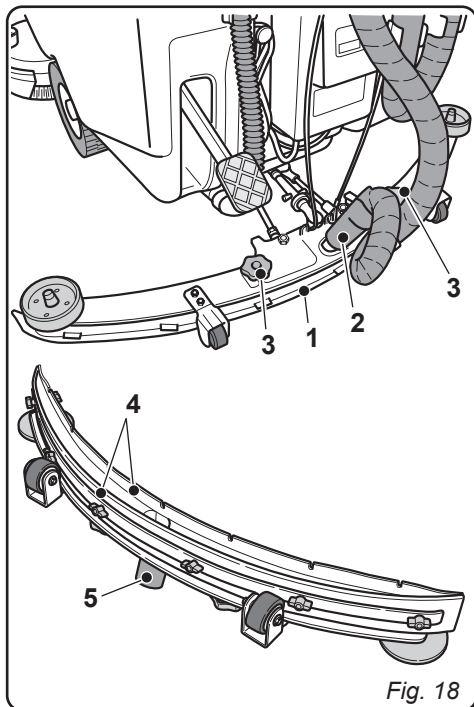

Fig. 18
- Remova a cobertura (1).
- Levante o tanque (2).
- Deixando o tubo (3) baixado e a tampa removida, com um tubo verter água corrente no interior do reservatório (2), limpando-o até que do tubo saia água limpa.
- Coloque uma mão dentro do tanque e limpe os apalpadores de nível (4) com um pano úmido, tomando o cuidado de não deformá-los.
- Desaparafuse o parafuso umbraco (5) e remova a tampa do filtro (6).
- Remover e limpar o filtro (7) de aspiração removendo eventuais pedaços de papel, madeira etc... que possam obstruí-lo.
10.1.c - Processo de lavagem do mecanismo limpador (Fig. 18)